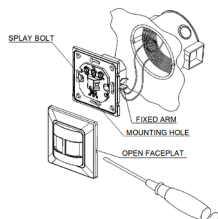

Рисунок 2
- Если вы хотите установить датчик в круглом отверстии, вставьте его в отверстие и затяните винты с обеих сторон (см. рис. 2). Если вы хотите установить датчик в квадратном отверстии, вставьте датчик в отверстие и закрепите винт в монтажном отверстии (см. рис. 3).